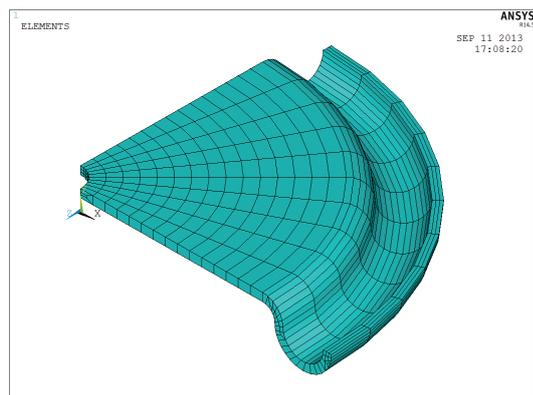

图 5-95 自由面网格延伸体网格结果
(9) 选择【Main Menu】/【Preprocessor】/【Modeling】/【Operate】/【Exclude】/【Areas】/【About Axis】命令，出现拾取对话框，在视图中拾取面，单击  按钮，再次出现拾取对话框，在视图中选取关键点“6”“9”，单击  按钮，弹出【Sweep Areas about axis】对话框，在【Arc length in degrees】选项中设置“90”，单击  按钮。单击屏幕右侧视图查看集中的正等轴测视图按钮 ，系统显示如图 5-95 所示的模型显示。